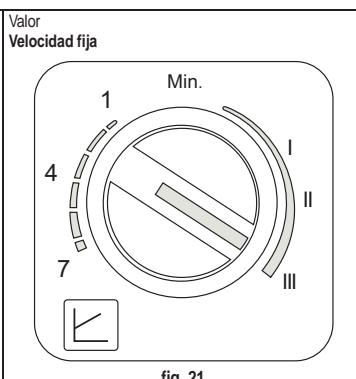

fig. 21
- Configuración con velocidad fija (fig. 21)